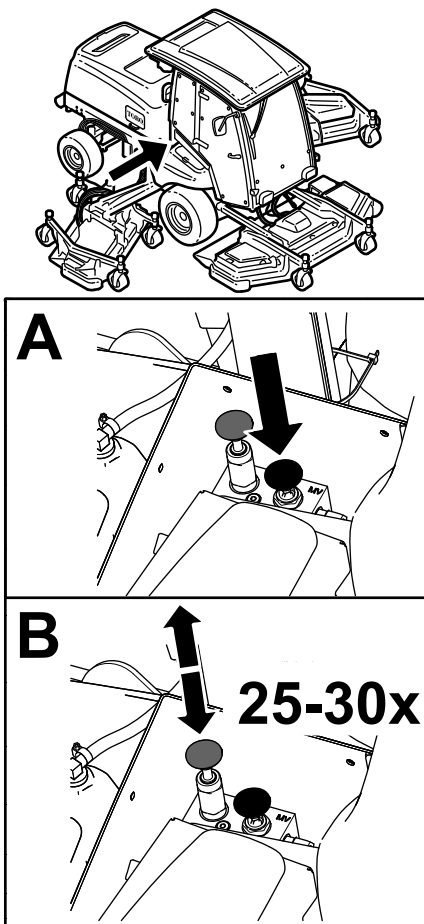

Bild 70
1. Sicherheitsventil (2)
4. Lösen Sie die automatische Feststellbremse manuell mit dem Sicherheitsventil und dem Kolben, wie in Bild 70 abgebildet.